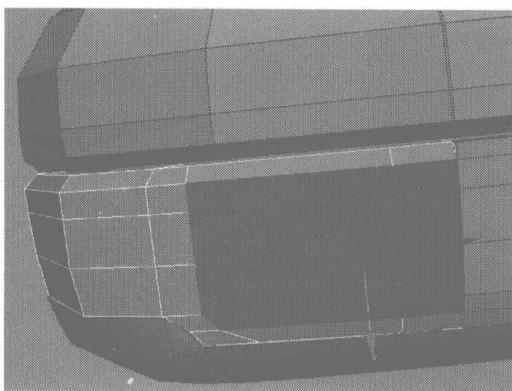
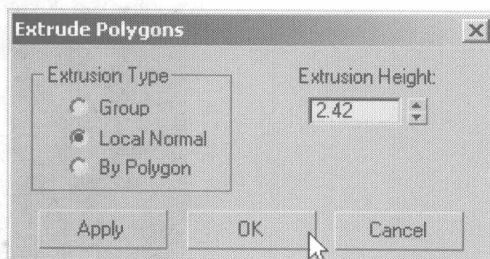
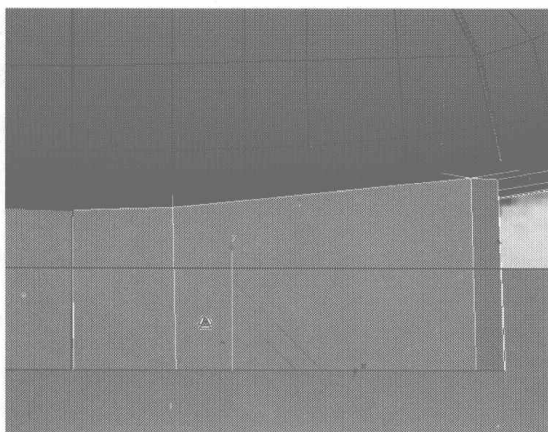
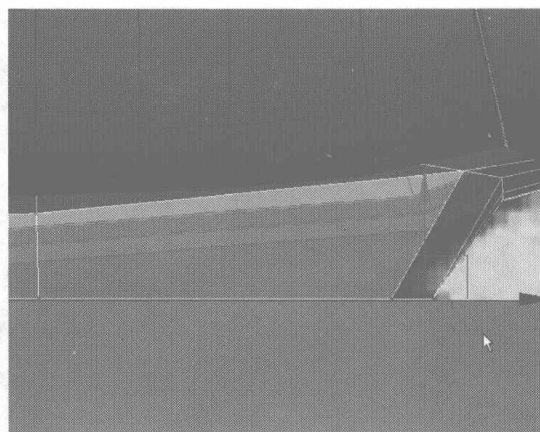

图 4.334
图 4.335
图 4.336
图 4.337
- 15** 选择如图 4.334 所示的面，在 Edit Polygons 卷展栏中单击 **Extrude** 右侧的小按钮，在弹出的对话框中设置挤压参数，如图 4.335 所示，在 Back 视图中再用缩放工具将挤压出来的面沿 Y 轴进行平行缩放，如图 4.336 所示，并结合 Left 视图调整各个节点，效果如图 4.337 所示。